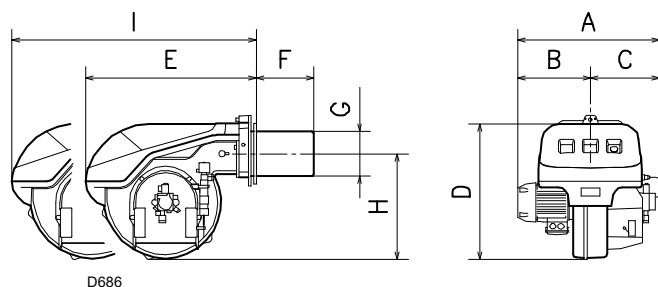

Fig. 2
4.3.2 Ingombro (Fig. 2) - misure indicative
L'ingombro del bruciatore è riportato in Fig. 2.